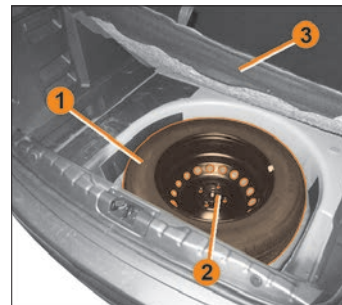

Рис. 9.4.2. Место размещения запасного колеса
- снимите полку багажного отделения **1** и полку двойного дна **2** (**в варианном исполнении**), поднимите коврик пола **3** (рис. 9.4.2) и разместите его в крайнем положении;